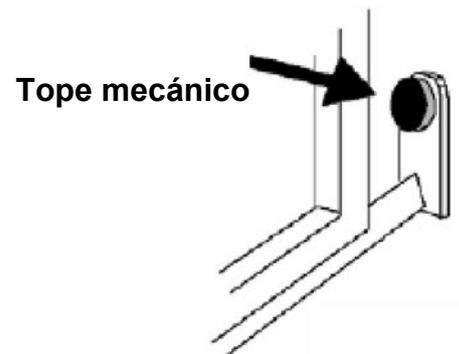
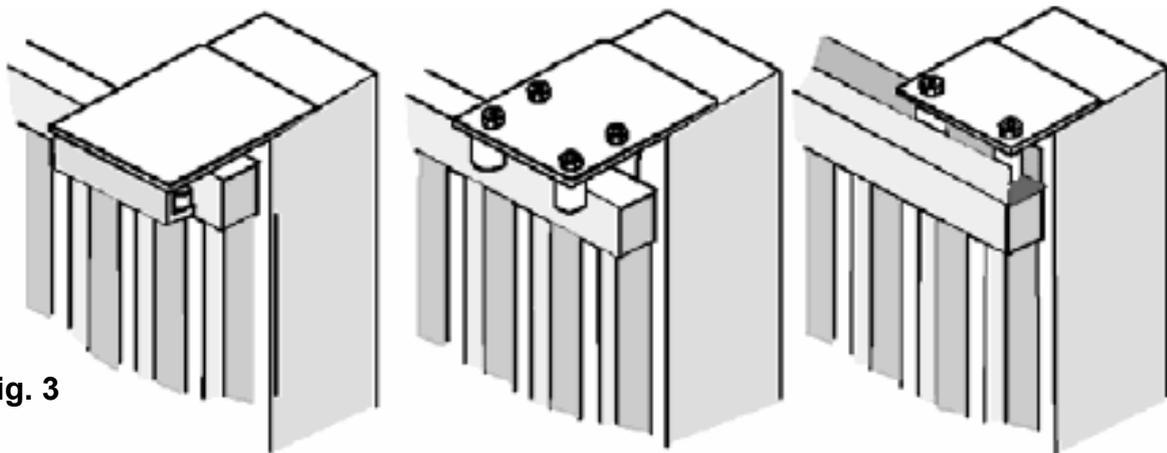

Fig. 2
Fig. 3
- Antes de proceder al montaje del automatismo controlar el buen funcionamiento de la cancela. Asimismo es conveniente verificar que la guía de desplazamiento a tierra ( **Fig. 1** ) no presente malformaciones , que se encuentre perfectamente nivelada y que el tope mecánico en apertura esté presente ( **Fig. 2** ), para evitar que la cancela salga de las guías superiores ( **Fig. 3** ).
- Verificar que la guía de desplazamiento superior ( **Fig. 3** ) esté fijada firmemente y que la cancela se desplace libremente.